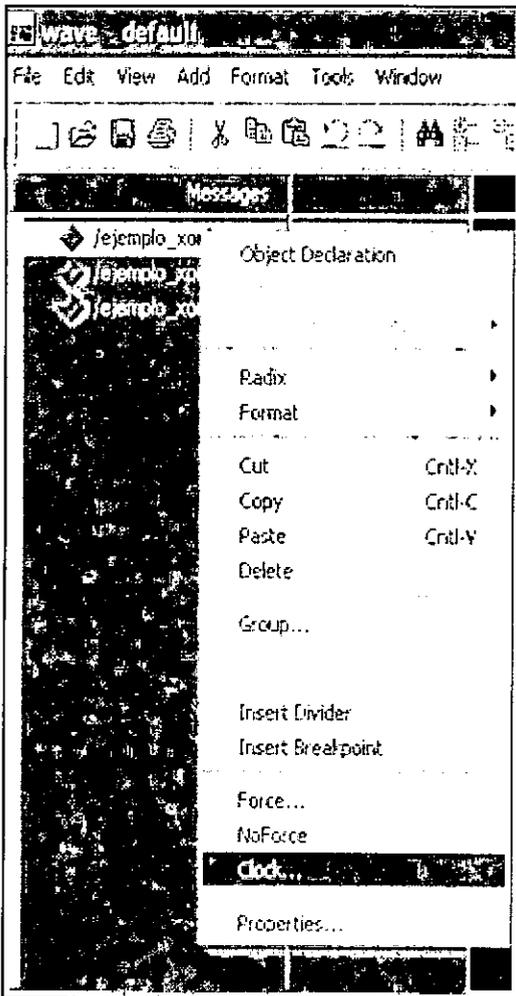

Fig. 27. Asignación de una señal de reloj a la señal A.
5. En la ventana Wave de ModelSim, seleccionar la señal /ejemplo_xor/a, luego haga clic derecho y seleccione Clock, como se indica en la Fig. 27.